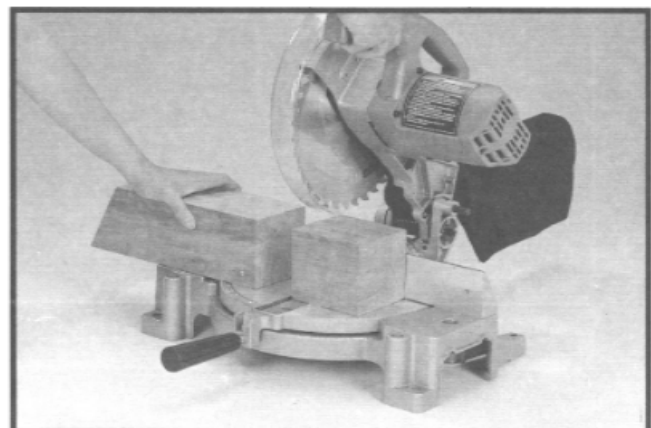

Fig. 33
2. Schnitte von Holzbalken 100x100mm sind mit der PROMAC-Gehrungssäge problemlos möglich wie in Fig. 33 gezeigt.